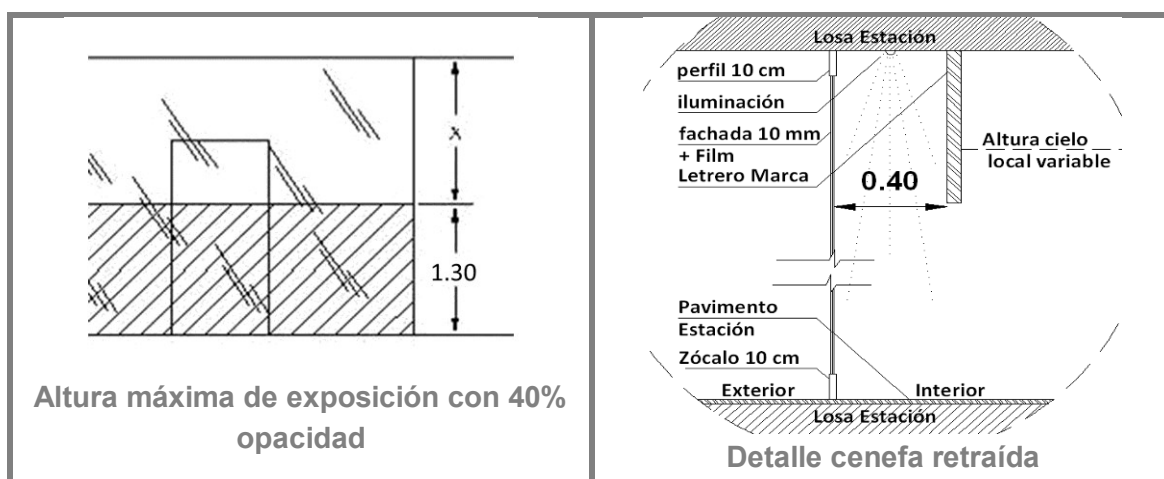

Fig. 2 Detalle de fachadas
- Se permite un 40% de opacidad en la fachada, hasta una altura máxima de 1,30 mts. desde el nivel piso terminado de la estación, esta opacidad se aprobara según la disposición interior del espacio comercial y exclusivamente para la instalación de muebles de exhibición y/o gráfica, estos deben ser autorizados por Metro. [fig.2]
- El espesor variable según necesidades del proyecto. [fig.2]